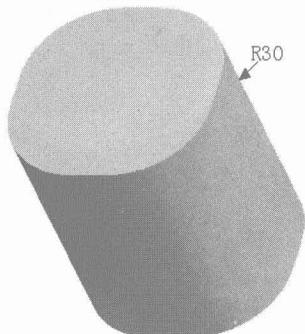

图1-22
2. 对实体边倒圆角，如图 1-22 所示，对实体模型侧面拔模，如图 1-23 所示。